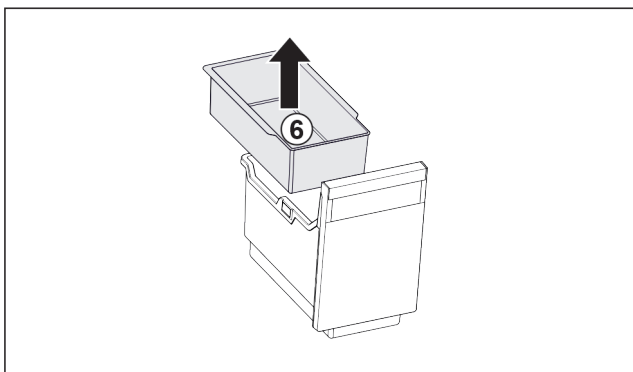

Fig. 30
- Einhängeschale Fig. 30 (6) entnehmen.